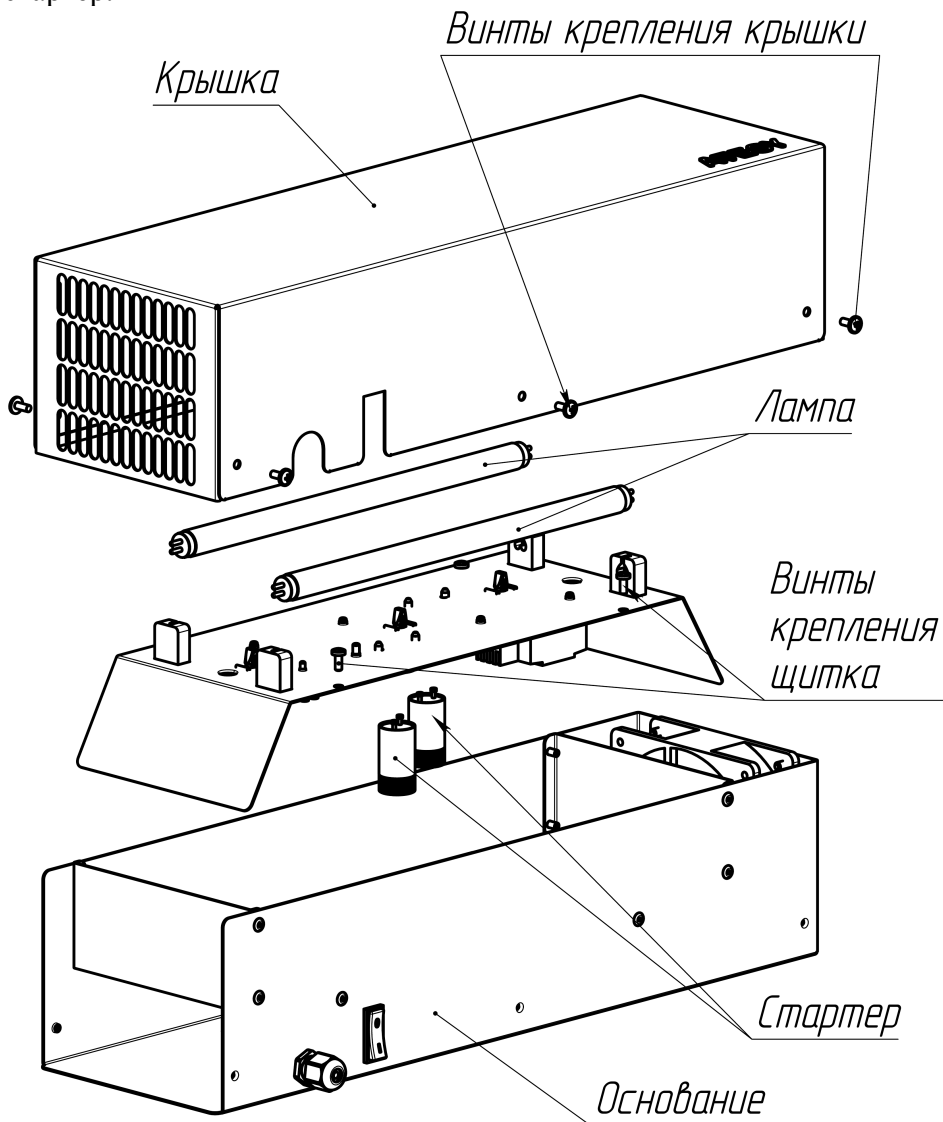

Рис. 2. Схема замены ламп и стартеров.
7. Замена ламп и стартеров (Рис. 2)